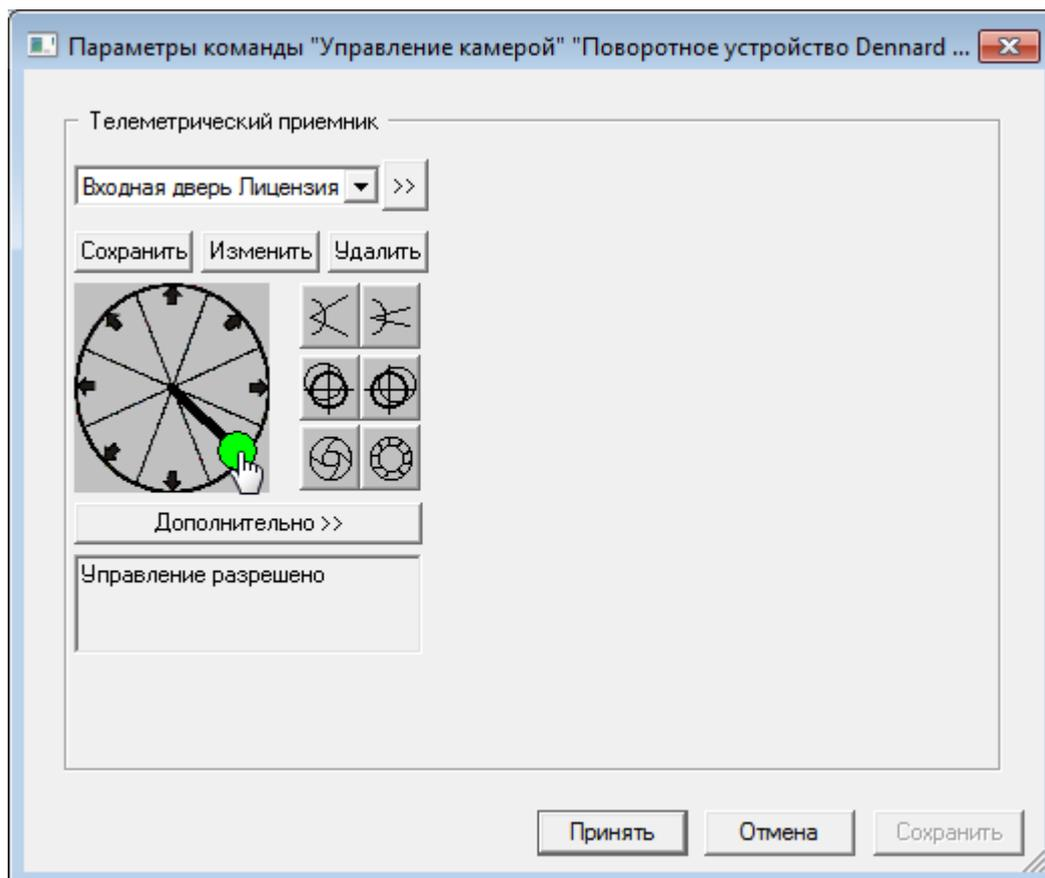

Рисунок 16 — Джойстик
2. На странице частных свойств элемента **Универсальный видеорегистратор** (рисунок 16):